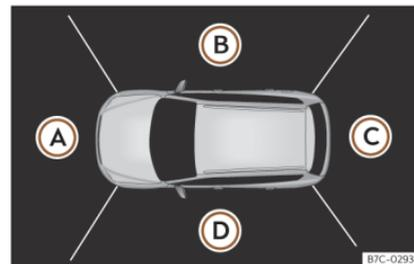

Fig. 183 Affichage du système de vision périphérique : perspective aérienne.
Boutons de fonction **fig. 183** :
La perspective aérienne est obtenue en combinant les images de toutes les caméras  >>> **fig. 183**. Elle peut être sélectionnée en appuyant sur le *véhicule* à l'intérieur de la zone.
Vous pouvez sélectionner les vues >>> **fig. 183** (A) à (D) de la perspective aérienne ou de la perspective aérienne réduite en appuyant sur les zones correspondantes.
La perspective aérienne >>> **fig. 183** s'affiche sur l'écran du système d'infodivertissement. Si vous appuyez sur la touche  en circulant